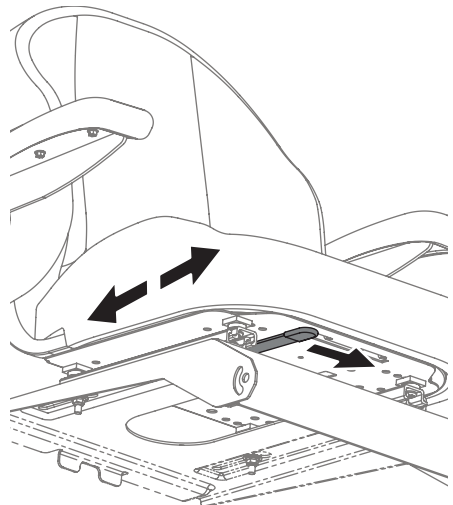

Fig. 18
3. Suelte la palanca de ajuste. Asegúrese de que el asiento esté fijo en su posición antes de operar el tractor (Fig. 18).